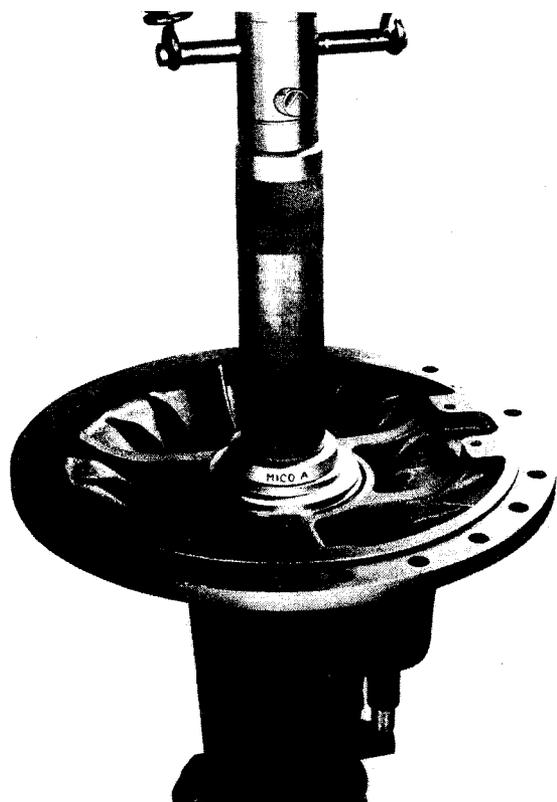

Fig. 11
- 1° Mettre en place la cuvette côté différentiel (fig. 11) (1). Outil MICO-A - MIGA.